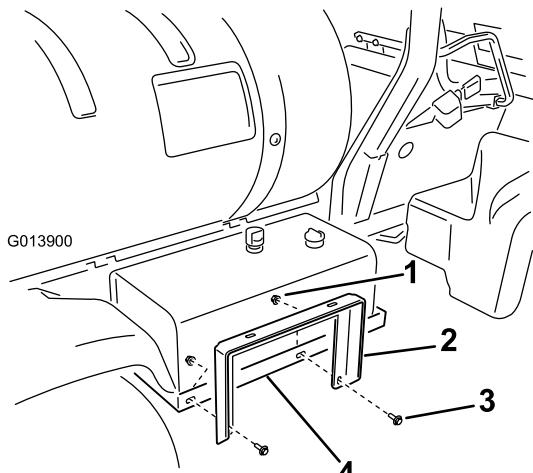

图8
- 用 2 个凸缘头螺栓 (3/8 x 1 英寸) 和 2 个凸缘螺母 (3/8 英寸) 将软管卷支座安装到液压油箱支架 (图8) 上。出于随后调整考虑, 不要完全旋紧螺母。
- 使用 2 个凸缘头螺栓 (3/8 x 1 英寸) 和 2 个凸缘螺母 (3/8 英寸) 将软管卷支座安装到软管卷箍带 (图8) 上。